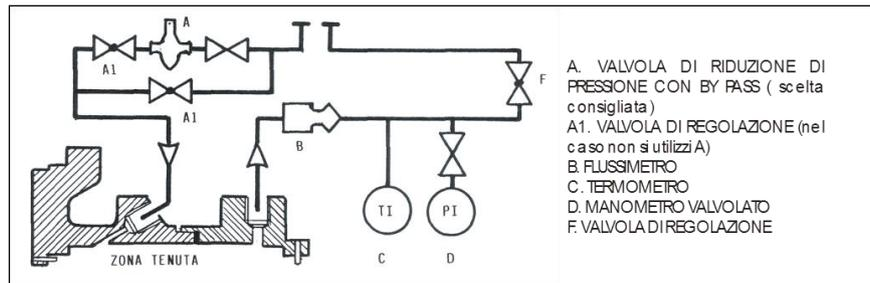

Figura 8 Esempio di linea di flussaggio
Quando la pompa monta una tenuta meccanica doppia è necessario installare una linea di flussaggio come quella illustrata in Figura 8, oppure adottando l'API PLAN più appropriato secondo le norme API 610 (Appendix D .
13. togliere il dado girante (POS. 430) utilizzando una l'appropriata chiave inglese ed una leva che va inserita tra le pale della girante. Per evitare la flessione dell'albero l'operazione va condotta come raffigurato in Figura 8, tentando di bilanciare lo sforzo nel migliore dei modi